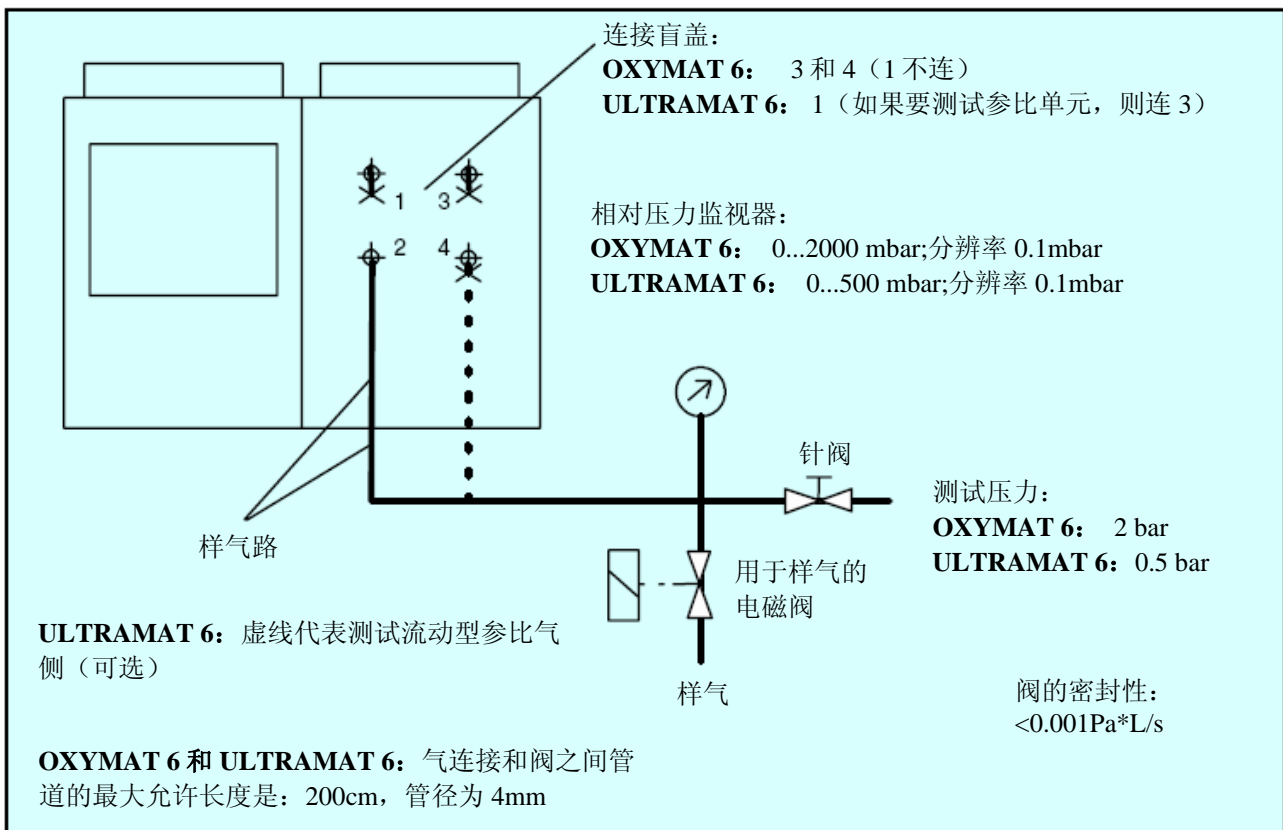

图 2-1 OXYMAT 6F 和 ULTRAMAT 6F 泄漏性测试的推荐测试装备
- 分析仪应该每年维护一次以检查它的电气安全性和功能状况，尤其是要检查封闭系统的泄漏性。泄漏性检查步骤如下所述（推荐的测试步骤：见图 2-1）。